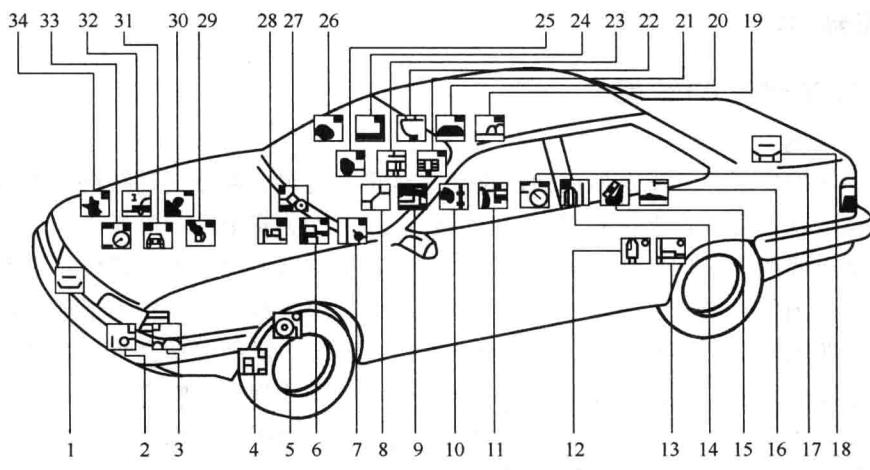

图 1-1 电子技术在汽车上的应用
① 第一阶段（20 世纪 50 年代初~70 年代初）：主要特征是开发分立元件和集成电路，开始应用电子装置代替传统的电器机械部件，如集成电路调节器、电子点火器等。
② 第二阶段（20 世纪 70 年代中期~80 年代中期）：主要特征是发展专用的独立系统，电气装置被应用在某些机械装置所无法解决的复杂控制功能方面，如电子控制汽油喷射系统、制动防抱死系统等。
③ 第三阶段（20 世纪 80 年代中期~90 年代中期）：主要特征是电控单元开始在汽车上获得应用，并实现了对许多功能的集中控制。汽车上的电气装置不仅已能自动承担基本控制任务，而且还能处理外部和内部的各种信息，如部分传统电器实现电控单元控制、发动机和底盘许多机械部分实现电控单元控制等。
④ 第四阶段（20 世纪 90 年代中期开始）：主要特征是研究发展汽车电子智能控制技术，模拟人的思维和行为对车辆进行控制，如汽车自动驾驶系统、汽车自动导航系统等。汽车采用电子控制系统的概况如图 1-1 所示。